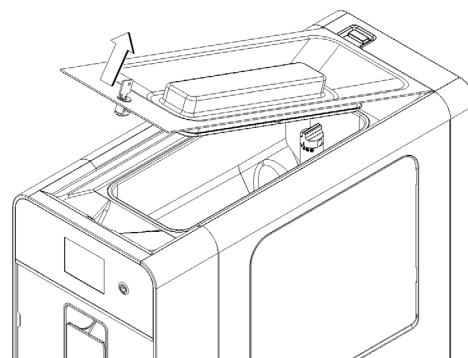

figura 16
- 1** Rimuovere il coperchio superiore.(vedere figura 16)